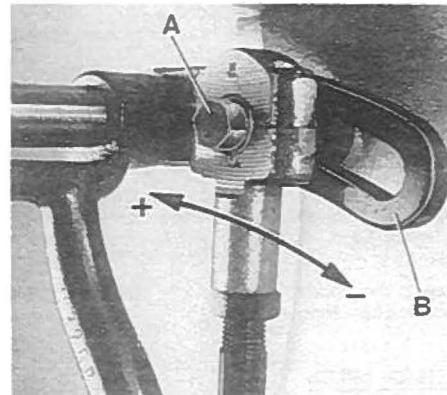

Fig.23
For matching the upper feed dog travel with the lower feed dog travel loosen screw (A, Fig. 23). Moving the ball link in the slot of rocker lever (B) to the front decreases the upper feed dog travel, moving it to the rear increases the travel. Retighten screw (A).
Zum Angleichen des Obertransportwegs an den Weg des unteren Transporteurs lösen Sie die Schraube (A, Fig. 23). Verschieben des Kugelgelenks im Kulissenhebel (B) nach vorne verkleinert den Obertransportweg, verschieben nach hinten vergrößert ihn. Ziehen Sie die Schraube (A) wieder an.